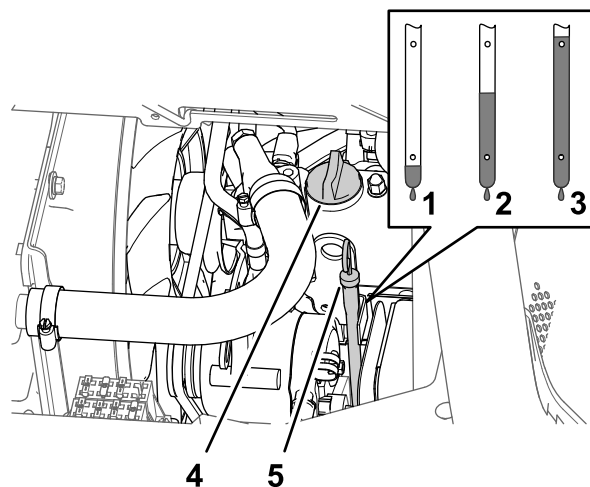

図 77
5. エンジンバルブカバー図 77 からオイル補給口のキャップを取り、所要量の約 80% のオイルを入れる。
6. ディップスティックの目盛りで油量を点検する 図 77。
7. ディップスティックの FULL マークに達するまで補給口から残りのオイルをゆっくりと補給する図 77。
8. 補給口にキャップとディップスティックを取り付ける 図 77。